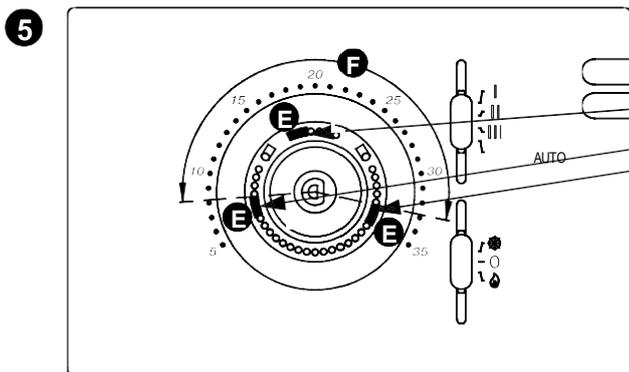
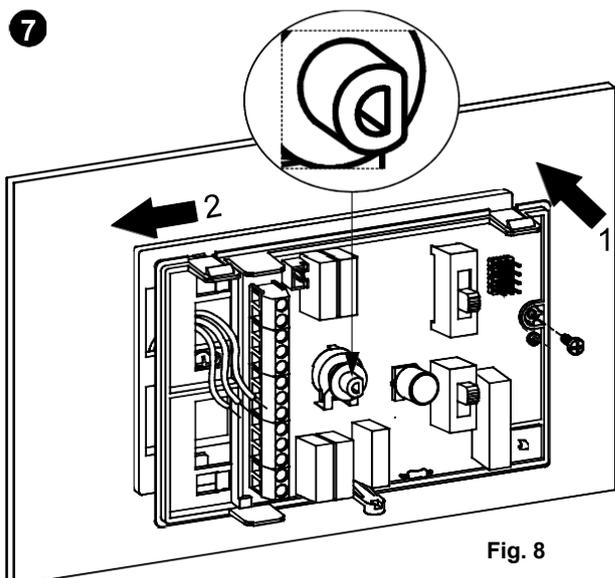

Fig. 6 : Voir paragraphe "BLOCAGE MOLETTE" page 3
Fig. 8
- ❺ Retirer les cavaliers situés dans le socle du thermostat et les insérer dans le couvercle, de façon à réduire le champ de rotation de la molette (voir l'exemple sur la Fig. 6 et lire le paragraphe "Blocage de la molette"). Le troisième cavalier, positionné dans la partie haute, est un cavalier de recharge.
- ❻ Fixer la plaque au mur à l'aide des deux trous de fixation, avec entraxe 60 mm ou bien 85 mm (utiliser les vis et/ou les chevilles fournies), en faisant passer les fils par les ouvertures rectangulaires.
- ❼ - Accrocher le socle du thermostat sur la plaque murale (en faisant passer les fils par les ouvertures rectangulaires) en alignant les trous de le socle avec les encoches de la plaque murale ; appuyer ensuite sur le socle vers la gauche jusqu'à enclencher les ergots en plastique (Fig. 8).
- ❽ - Régler correctement les connecteurs **J1, J2, J3, J4**. Voir le paragraphe "Réglage cavaliers" (page 6).
- ❾ Refermer le thermostat en effectuant les opérations suivantes :
- 2.Positionner les cavaliers comme indiqué dans la Fig. 6 (E). De cette façon, le champ de rotation est réduit comme sur l'arc indiqué au point F de la Fig. 6.